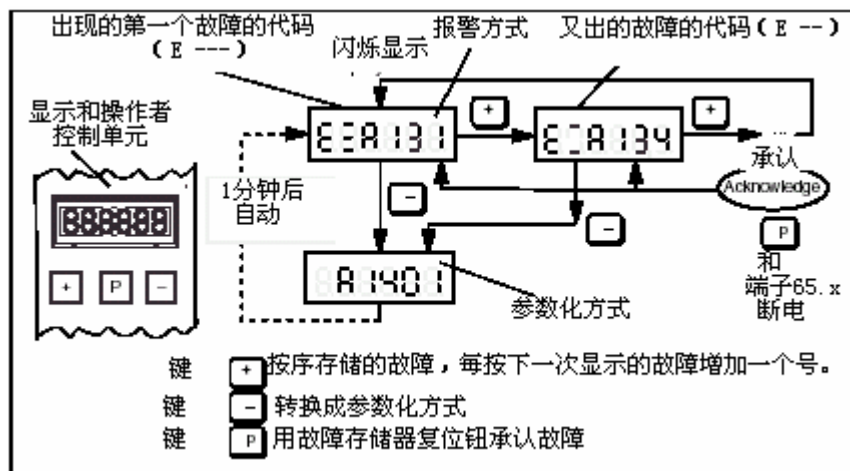

图 7-2 出现几个故障的处理
2. 若有几个故障出现，其显示情况具体如下。（参见图 7-2）